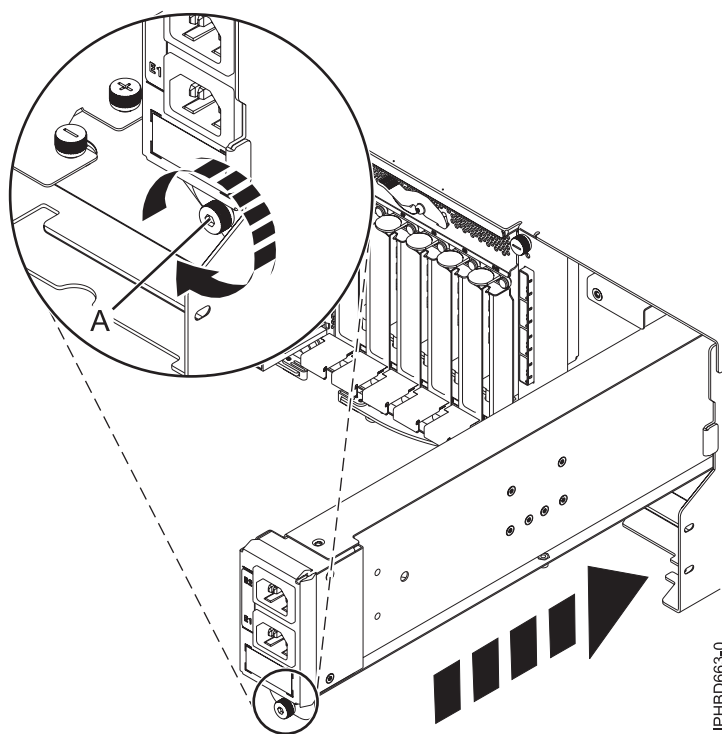

Figure 28. Remplacement d'un répartiteur de puissance en entrée
5. Insérez le répartiteur de puissance en entrée dans l'unité d'extension jusqu'à ce qu'il s'enclenche dans son logement, puis vissez la vis moletée (A) pour assurer la fixation du bloc comme illustré à la figure 28.